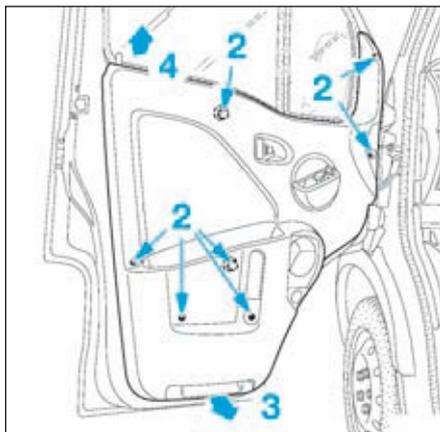

FIG.34
- Déposer les vis de fixation de la garniture (2) (Fig.34).
- Tirer en (3) puis en (4).